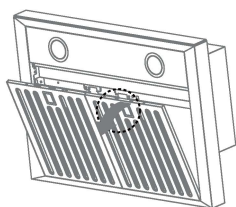

fig.17
2. Para instalar el nuevo filtro de carbón retire las rejillas de acero (fig. 17)